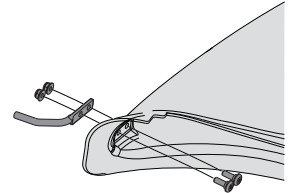

Figura 16
- Instale el soporte de la barra de arranque (747-06043) en la bota usando dos (2) tornillos de hombro (738-1225) y dos (2) tuercas de llave (712-04064) del paquete de herrajes 689-00636. Asegúrese de que los tornillos de hombro estén instalados en el interior de la bota. Vea la Figura 16.